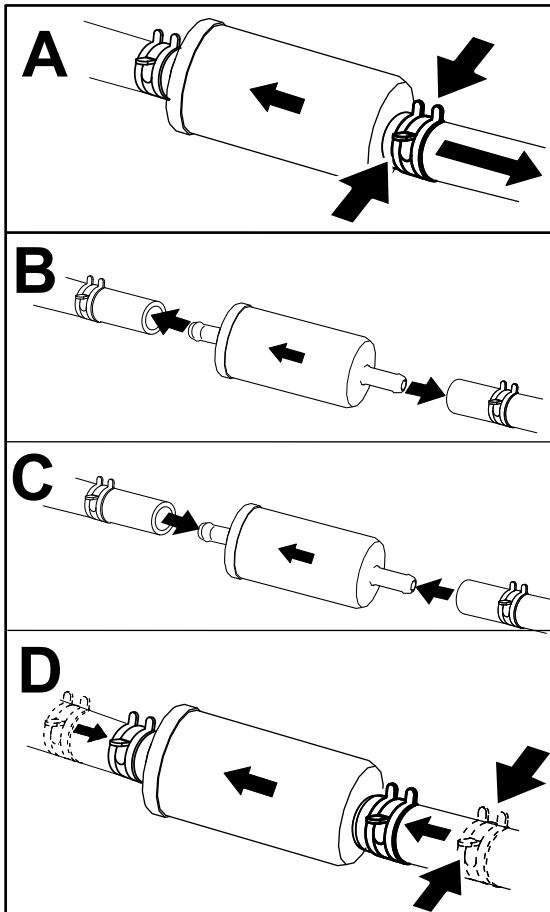

Bild 47
3. Tauschen Sie den Kraftstofffilter aus (Bild 47).